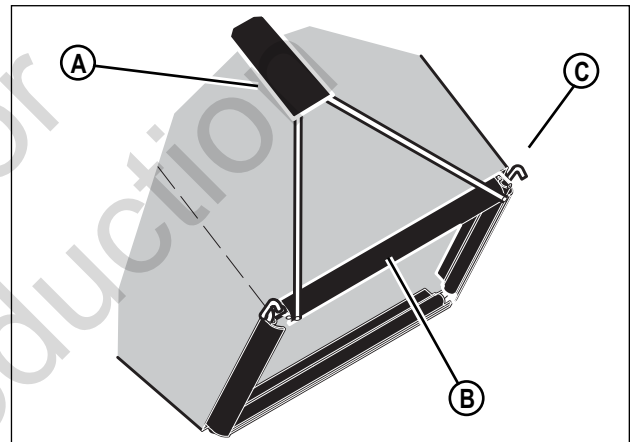

Figure 6 : Installation des attaches de sac
2. Assurez-vous que le manche (A, Figure 6) est sur l'extérieur du sac à herbe.
3. Fixez d'abord les attaches (B, Figure 6) sur le côté de l'ensemble d'armature (C). Puis fixez les attaches sur le dessus et le fond de l'ensemble d'armature.